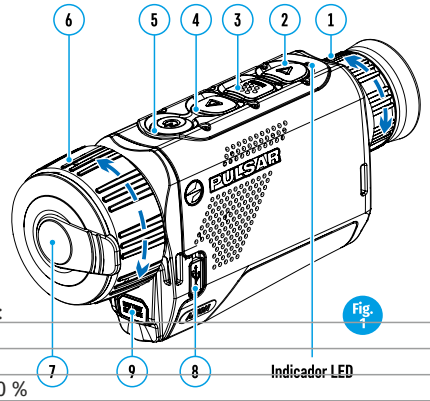

Fig. 1
• Conecte la fuente de alimentación externa al conector USB del dispositivo (8) (Fig. 1)